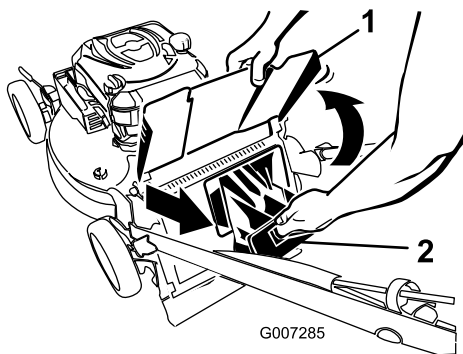

Figura 30
2. Levante y sujete el deflector de descarga (Figura 30).
3. Saque el tapón de descarga trasero (Figura 30).